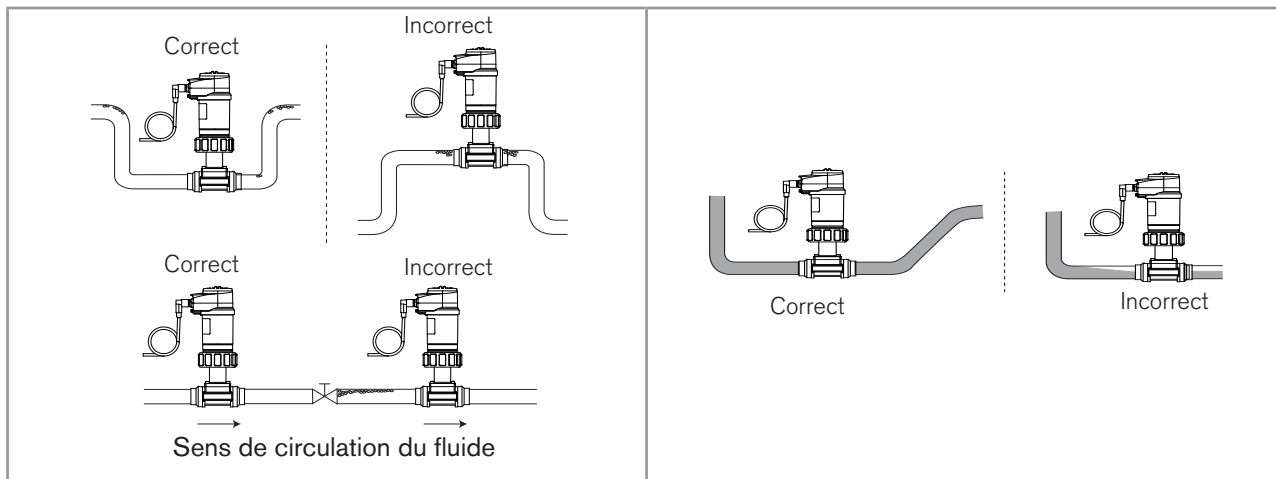

Fig. 8 : Bulles d'air dans la canalisation / remplissage de la canalisation
- les bulles d'air ne se forment pas au niveau du capteur (Fig. 8)
- la conduite soit toujours remplie au niveau du capteur (Fig. 8)
- les bulles d'air ne se forment pas au niveau du capteur (voir Fig. 8)
- la conduite soit toujours remplie au niveau du capteur (voir Fig. 8)